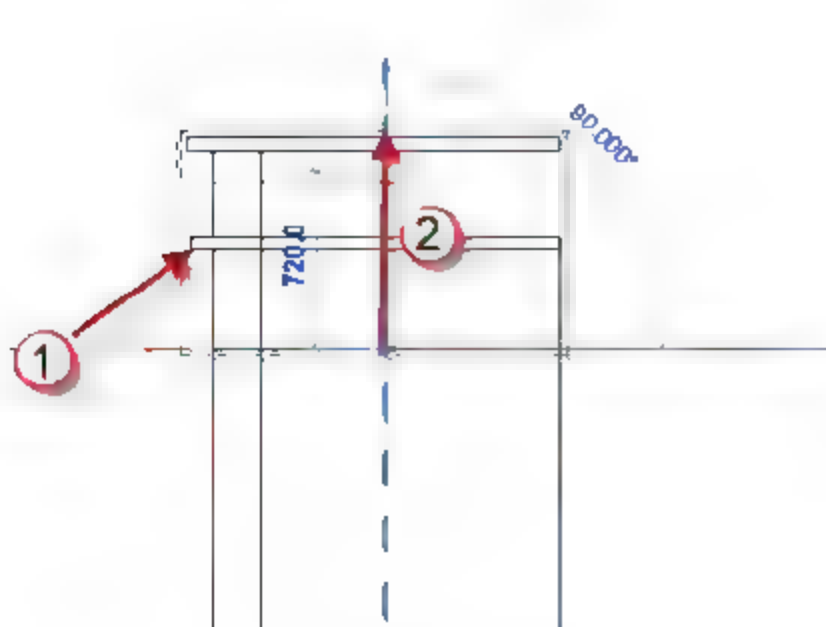
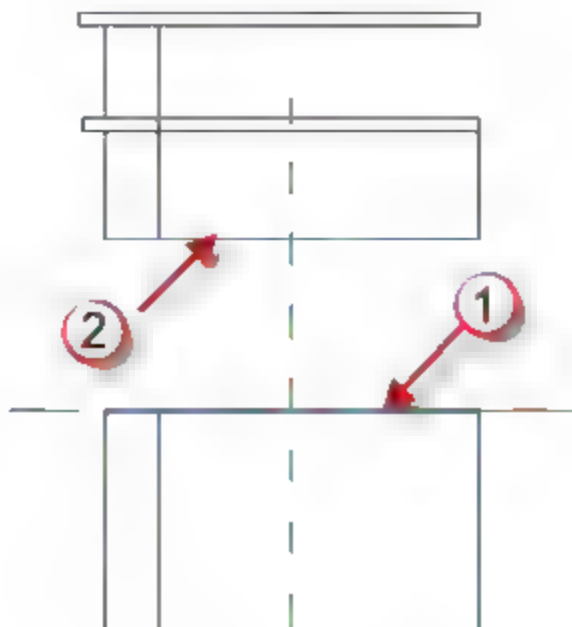
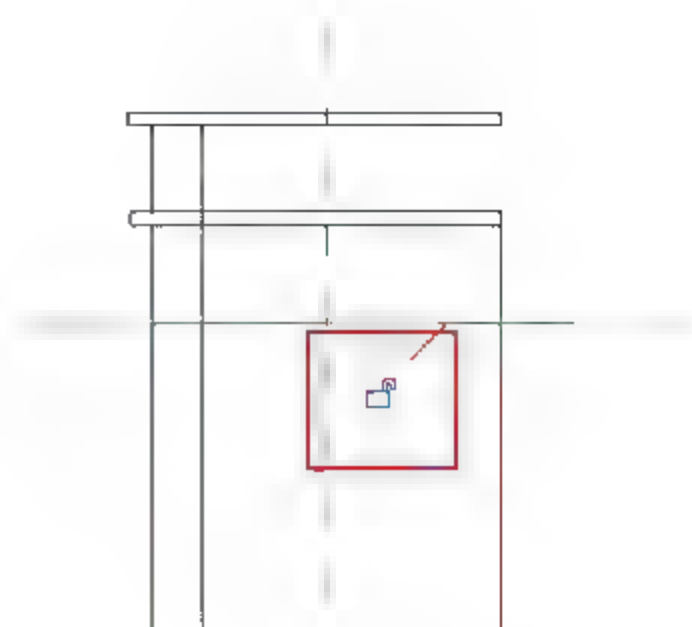

图 12.3.61 移动风道口组
图 12.3.62 拾取接触面
图 12.3.63 锁定风道
(22) 锁定突出屋面的风道。选择“风道口”组，按快捷键 **M+V**，将风道口组移动一定距离，如图 12.3.61 所示。按快捷键 **A+L**，分别拾取两个接触面，如图 12.3.62 所示。最后单击界面上的小锁，将其锁住，如图 12.3.63 所示。